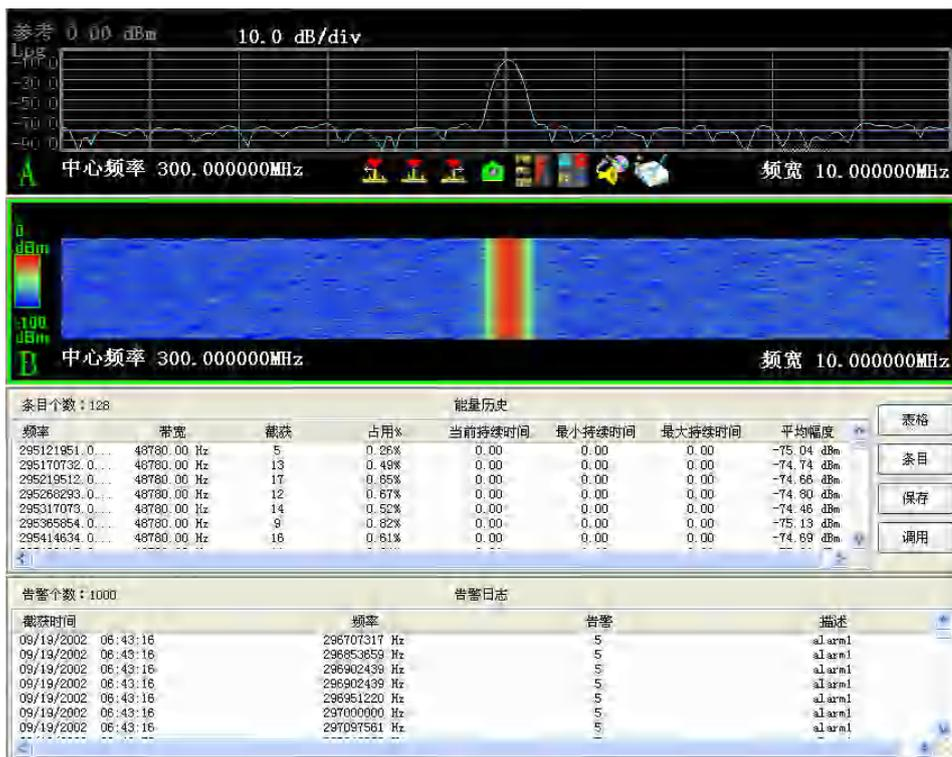

图 3-9 扫描检测功能窗口显示区
- 1) **扫描检测功能：**在扫描检测模式下可以选择想要显示的窗口，包括轨迹窗口 A、轨迹窗口 B、轨迹窗口 C、轨迹窗口 D、能量历史窗口、告警日志窗口、频率列表窗口、可视化告警窗口和新能量日志窗口。图 3-9 中仅显示了其 4 个窗口，还可以通过显示菜单打开其它窗口，对于 A、B、C、D 这四个轨迹窗口，均可通过[迹线配置]菜单来配置其窗口属性。当用户获得某窗口的焦点时，可以选择关闭，即可关闭此窗口。